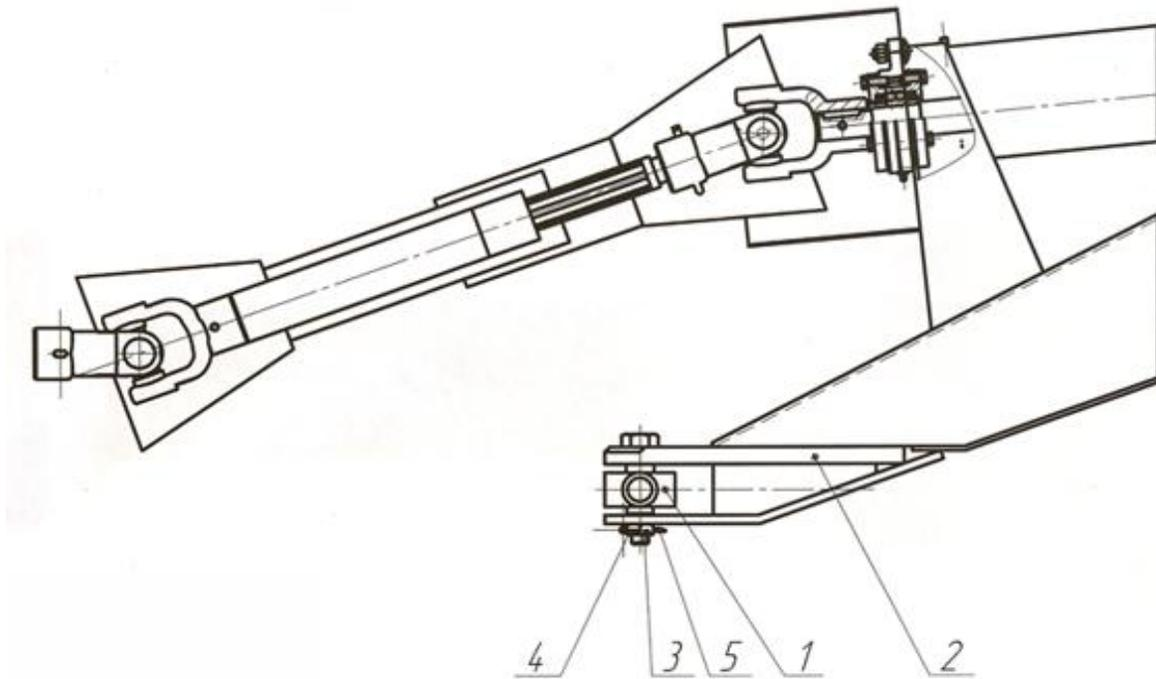

Рис. 2 Установка поперечной балки
6.4.2. Соединить с продольными тягами и закрепить стопорами поперечную балку навески (рис. 2.)
6.4.3. Плавно сдать трактором назад и совместить отверстия в поперечной балке 1 и прицепной серьге 2 (рис. 2), вставить палец 3, затем навернуть гайку 4 на палец и зафиксировать шплинтом 5.